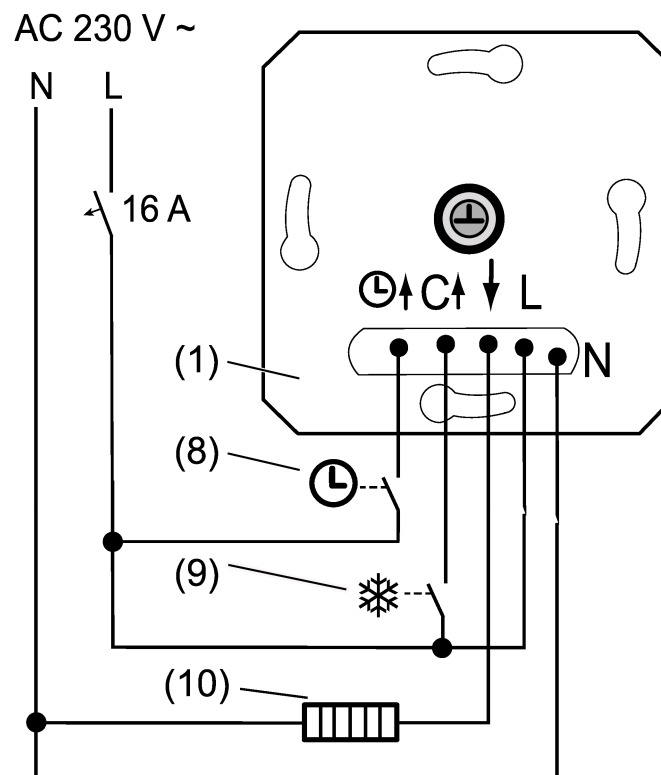

Figure 2: Exemple de raccordement du mécanisme
- Raccorder l'appareil de chauffage électrique (10) ou l'appareil de refroidissement au mécanisme (1) conformément au schéma de raccordement (voir figure 2). Respecter les sections des conducteurs (caractéristiques techniques)
- En option, raccorder l'entrée ☉ via un contact de commutation (8) d'une horloge centrale (mode réduit) ou raccorder le contact de commutation d'un détecteur de présence ou d'un commutateur (mode de présence).